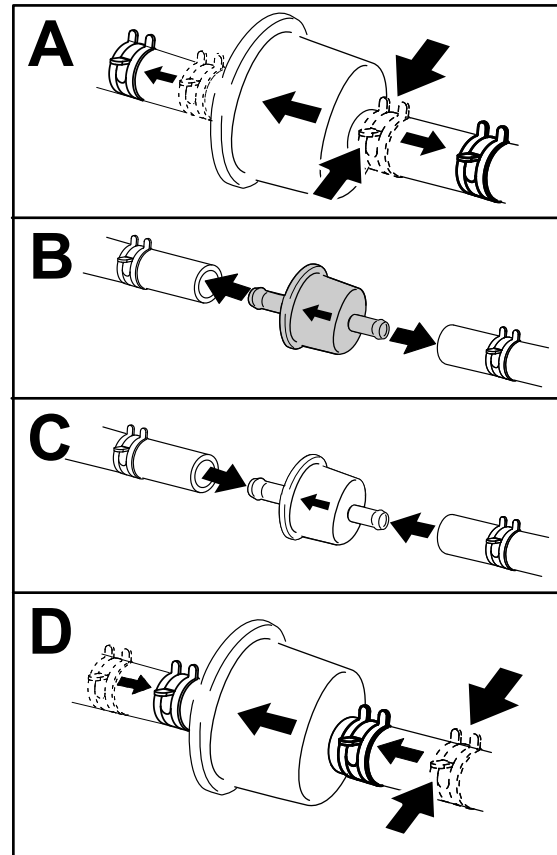

**Bild 47**
3. Tauschen Sie den Kraftstofffilter aus (**Bild 47**).